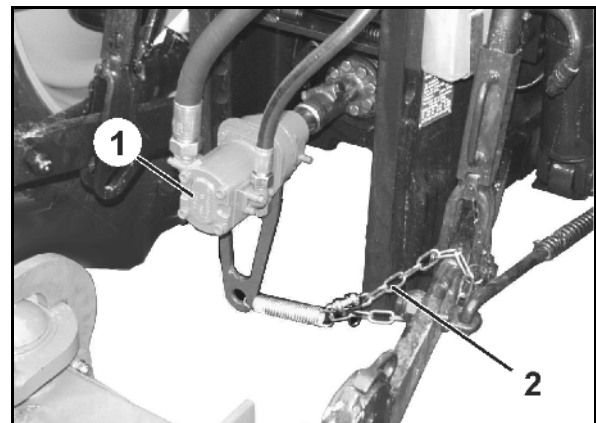

Рис. 11
Підключіть гідравлічний насадний насос (Рис. 11/1):
3. Зафіксуйте гідравлічний насадний насос від руху, навісивши (Рис. 11/2) ланцюг!